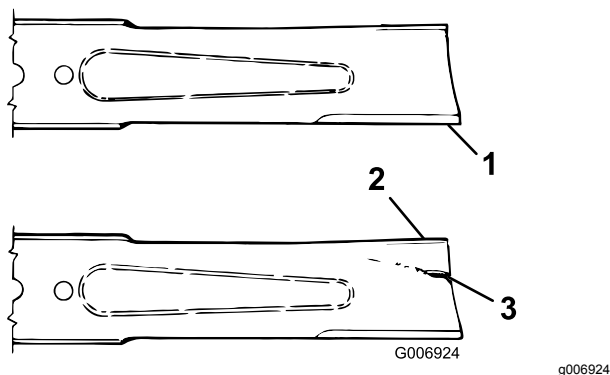

Рисунок 69
2. Осторожно проверьте режущие кромки ножей, особенно в точке соединения плоской и изогнутой частей ножа (Рисунок 69). Проверяйте ножи перед эксплуатацией машины, поскольку песок и абразивный материал могут стачивать металл между плоской и изогнутой частями ножа. При обнаружении износа (Рисунок 69) замените нож; см. раздел «Снятие режущего ножа».
Если вы допустите износ ножа, то между полотном и плоской частью ножа образуется бороздка (Рисунок 69). Часть ножа может случайно отломиться и вылететь из-под корпуса, возможно, нанеся тяжелую травму оператору или находящимся рядом людям.